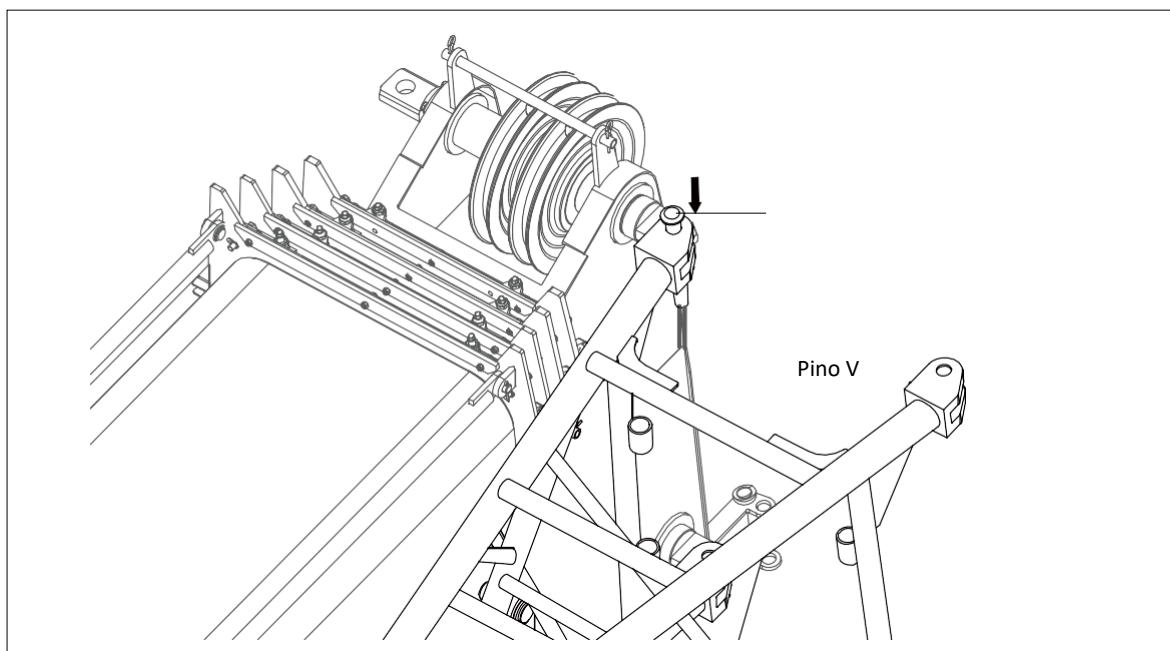

Figura 7-38 Instalação do pino V
- K. Alinhe a extremidade do braço com os pontos de conexão na extremidade da lança. Instale o pino V e o grampo de retenção. Consulte a figura 7-38.